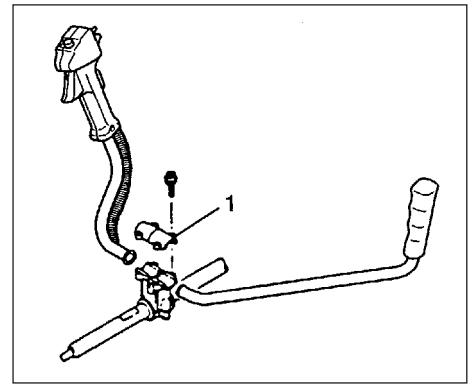

Fig.1-3
Montering av handtag (Fig. 1-3, 3B)
Tag loss överfallet (1). (Fig. 1-3)